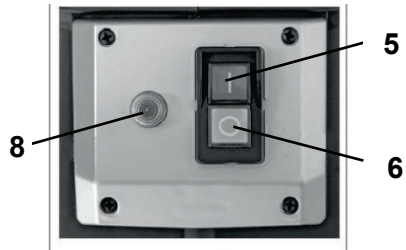

Рис. 4
**Включение.** Нажмите зеленый выключатель [I] (5, рис.4).
**Выключение.** Нажмите красный выключатель [O] (6, рис.4).
**ВНИМАНИЕ!** Перед снятием контейнера для измельченного материала или установкой его на место обязательно нажмите кнопку выключения [O] (6, Рис. 4) и отключите прибор от питающей сети.